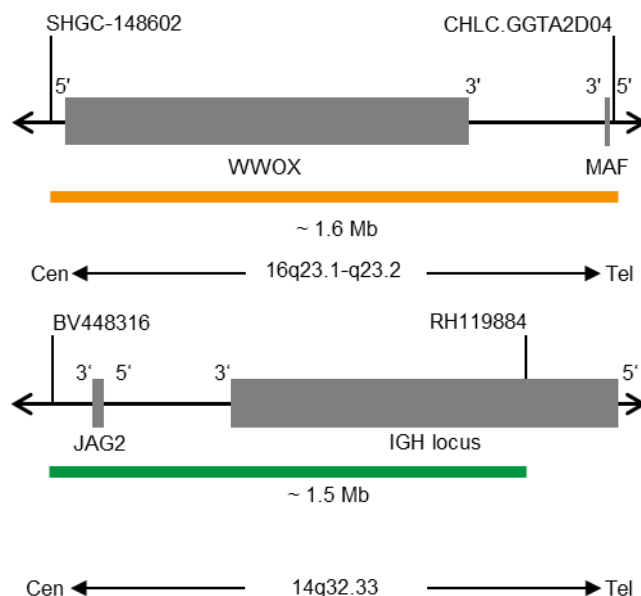

Fig. 1: Arriba: SPEC MAF Mapa de la sonda; abajo: SPEC IGH Mapa de la sonda (no está a escala)
- Polinucleótidos marcados en naranja (excitación a 547 nm/emisión a 572 nm) ZyOrange (~6,0 ng/μl), dirigidos a secuencias localizadas en 16q23.1-q23.2* (chr16:78,089,697-79,657,277) que albergan la región del gen MAF (ver Fig. 1).
- Polinucleótidos marcados en verde (excitación a 503 nm/emisión a 528 nm) ZyGreen (~12,0 ng/μl), dirigidos a secuencias localizadas en 14q32.33* (chr14:105,462,169-106,995,000) que albergan el locus IGH (ver Fig. 1).